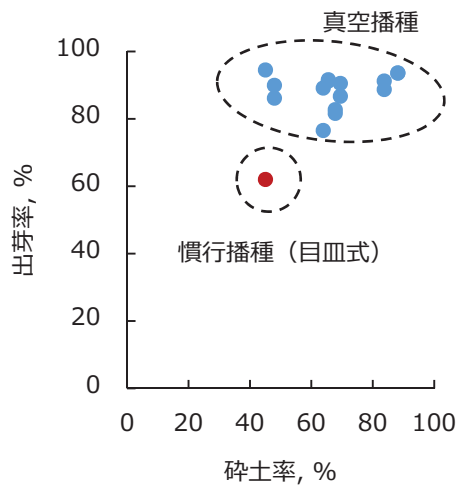

図1 碎土率と出芽率の関係
- 2) 碎土の悪い土壌でも安定した播種ができます。実際の繰り出し量が設定播種量に極めて近く（表1）、かつ高い苗立ち率を確保できます（図1、写真1）。